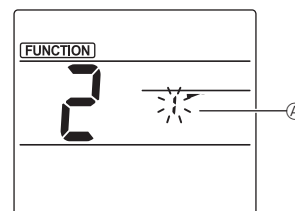

Fig. 2
② Выбор номера дефлектора (Fig. 2)